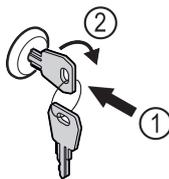

Fig. 182
- ▶ Inserire la chiave. Fig. 182 (1)
- ▶ Ruotare la chiave di 90° in senso orario. Fig. 182 (2)